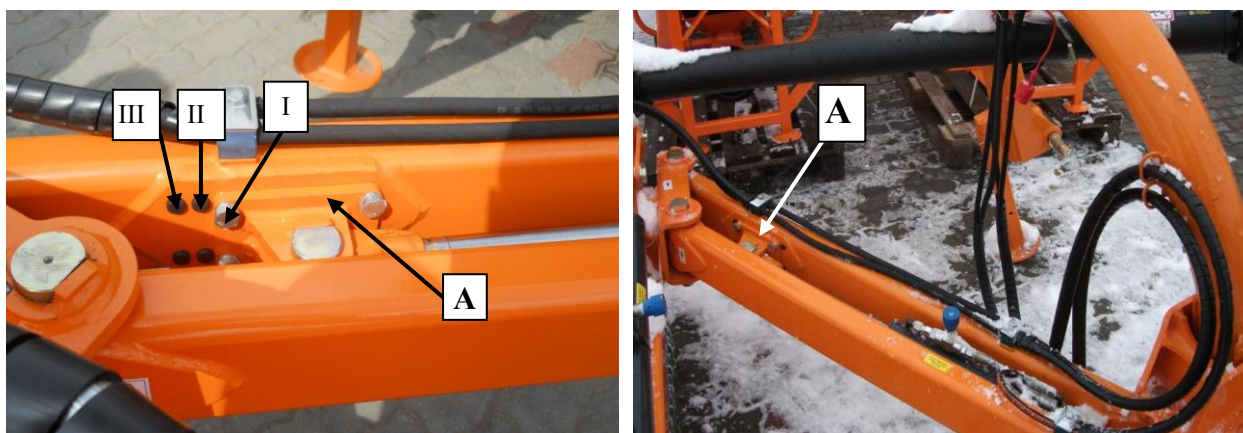

Bild 12. Läge hos cylinderns ögla
Vid anslutning av gräsklipparen till traktorn ska gräsklipparens läge justeras så att den ledade teleskopaxeln (1) inte stör någon del av gräsklipparen vilket visas i **Bild 11**. För att göra detta, justera traktorns trepunktslyft genom att manövrera dragarmarna till höger och till vänster samt flytta cylinderns ögla (A) genom att skruva loss skruvarna och fästa dem i läget I, II eller III (**Bild 12**).